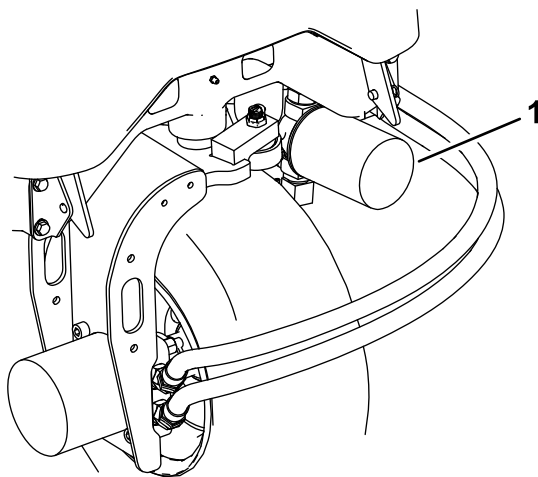
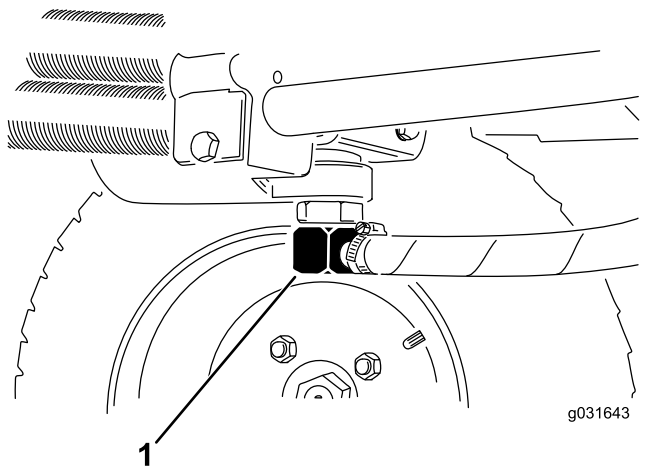

図 62
図 63
- フィルタ取り付け部付近をきれいに拭い、下に容器を置き、フィルタを外す **図 62**。
2. 油圧ラインの接続部または油圧フィルタを外し、流れ出すオイルを容器に受ける 図 62と図 63。
3. オイルが全部流れ出たらラインを元通りに接続する 図 63。